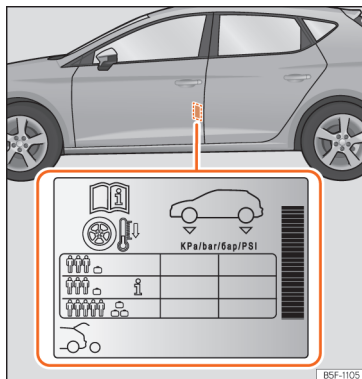

Fig. 293 Posizione dell'adesivo della pressione di gonfiaggio comfort degli pneumatici.
- Adattare la pressione degli pneumatici al carico del veicolo »» fig. 293.
I valori della pressione di gonfiaggio degli pneumatici sono riportati sull'etichetta adesiva situata nella zona posteriore del telaio della porta anteriore sinistra »» fig. 293.
A seconda del veicolo, è possibile adattare a mezzo carico la pressione di gonfiaggio degli pneumatici per aumentare il comfort di guida [pressione di gonfiaggio **1**] »» fig. 293]. Quando si circola con la pressione di gonfiaggio comfort, il consumo di carburante può aumentare leggermente.
di carico più elevato indicato sull'etichetta adesiva »» fig. 293.
Nel caso del ruotino di scorta [125/70 R16 o 125/70 R18], gonfiare alla pressione di 4,2 bar come indicato nell'etichetta della pressione degli pneumatici »» fig. 293.
- Il conducente è responsabile che tutti gli pneumatici del veicolo siano gonfiati alla pressione corretta. La pressione di gonfiaggio consigliata è indicata in un adesivo »» fig. 293.
- Con gli pneumatici freddi, si deve mantenere sempre la pressione indicata sull'adesivo »» fig. 293.